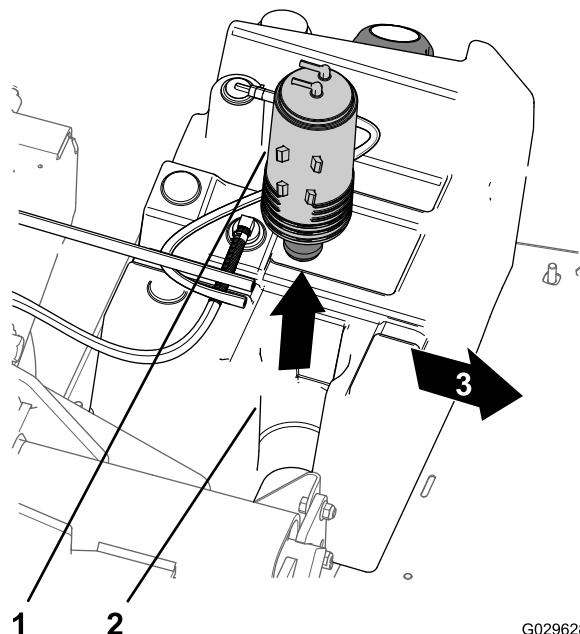

図 47
- 燃料タンクのマウントからカーボンキャニスタを取り出す 図 47。
7. 新しいカーボンキャニスタを、燃料タンクのマウントに取り付ける二つのフィッティングPurgeとFuel tankを後ろに向けて取り付ける 図 47。